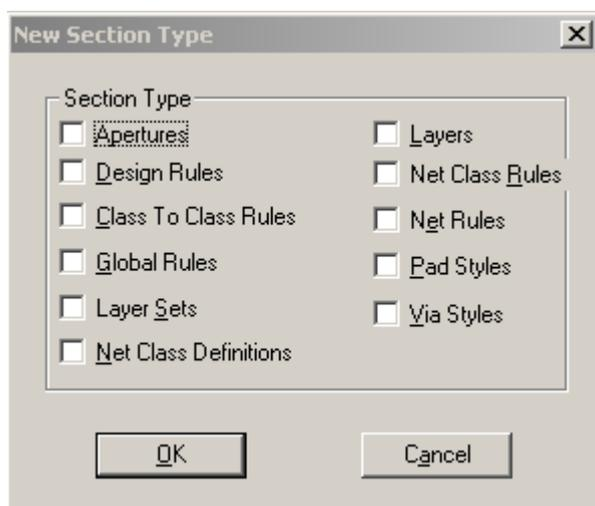

Рис. 1.12. Окно редактирования группы параметров
- выделяют имя проекта и для создания секций файла технологических параметров нажимают кнопку **New Section** (тип редактируемой группы параметров). Появится окно, изображенное на рис. 1.12. Устанавливают флажки **Pad Styles** и **Via Styles** и нажимают **OK**;